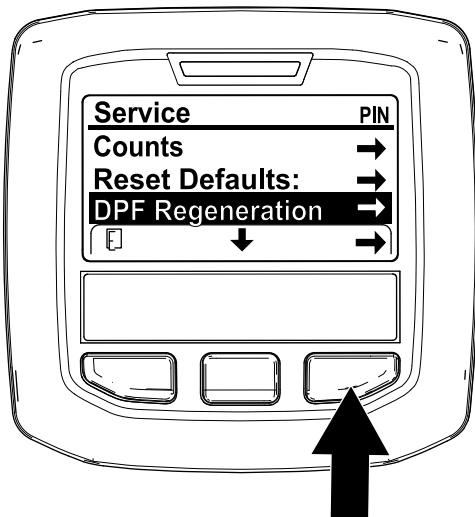

図 40
- 整備 Service メニューから、中央ボタンで下へスクロールして DPF REGENERATION メニューに入る図 40。
- 右側のボタンで DPF Regeneration 再生に入る図 40。